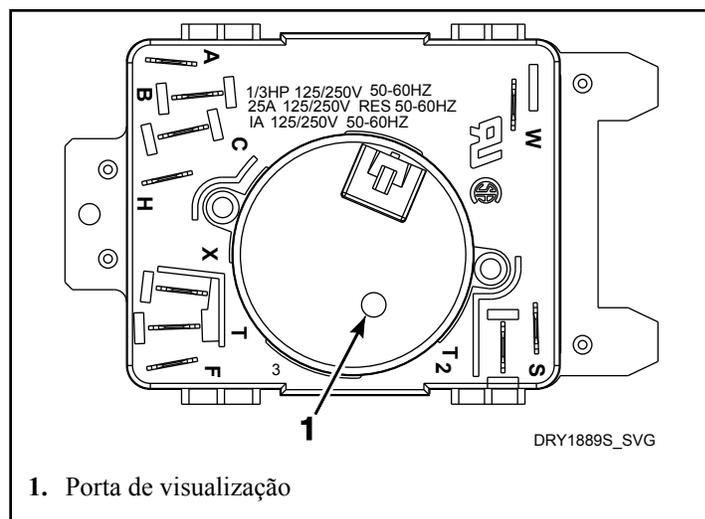

Figura 3
5. Quando a porta de visualização do motor do temporizador é utilizada, não deve haver movimento dentro do temporizador. Consulte *Figura 3*
7. Quando a porta de visualização do motor do temporizador é utilizada, deve haver movimento dentro do temporizador. Consulte *Figura 3*